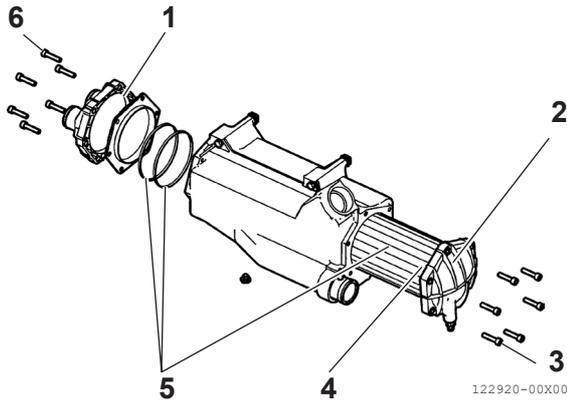

Abbildung 14
4. Entfernen Sie die Abdeckungen (**Abbildung 14, [1]** und **Abbildung 14, [2]**) am Prüfstand oder an einem anderen geeigneten Ort.
5. Ziehen Sie das Rohrbündel (**Abbildung 14, [4]**) heraus.
10. Ersetzen Sie während des Zusammenbaus alle Dichtungen (**Abbildung 14, [5]**).
11. Ziehen Sie die Schrauben (**Abbildung 14, [3]** und **Abbildung 14, [6]**) auf das angegebene Drehmoment fest.